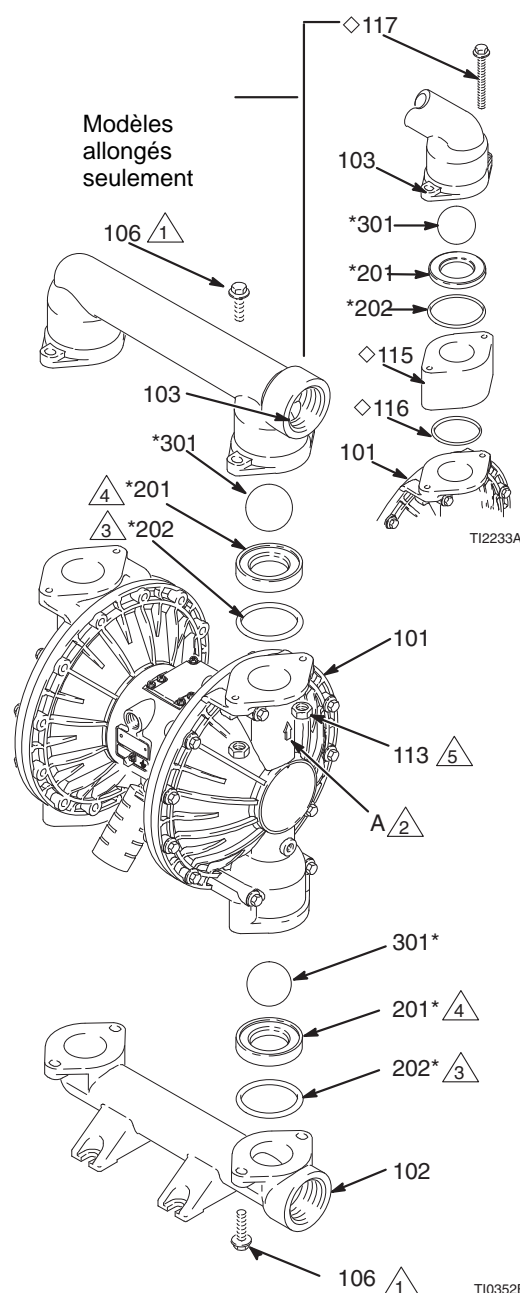

FIG. 10
3. À l'aide d'une clé à douille de 10 mm, retirez les quatre boulons (106) maintenant le collecteur de sortie (103) sur les capots à fluide (101). Consultez la figure 10.
4. Retirez les sièges (201), les billes (301) et les joints toriques (202) du collecteur.
2. Remontez dans l'ordre inverse en tenant compte des remarques sur la FIG. 10. Assurez-vous que les clapets anti-retour à bille sont montés **exactement** comme indiqué. Les flèches (A) sur les capots à fluide (101) **doivent** être orientées vers le collecteur de sortie (103).